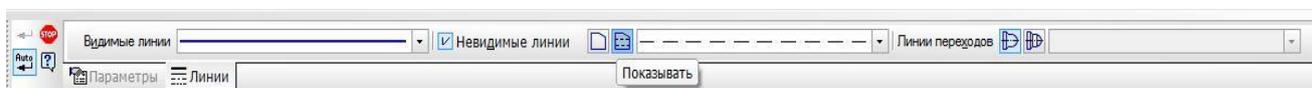

Рис. 20
- на панели **Свойств**, на вкладке **Линии** укажите **Невидимые линии – Показывать** (рис. 20). На чертеже невидимый контур детали будет изображен штриховыми линиями;